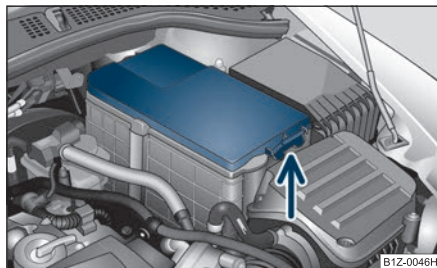

Fig. 215 Compartimentul motor: Bateria
- Apăsați elementul de blocare de pe partea laterală a capacului bateriei ⇒ fig. 215, ridicați capacul și scoateți-l.